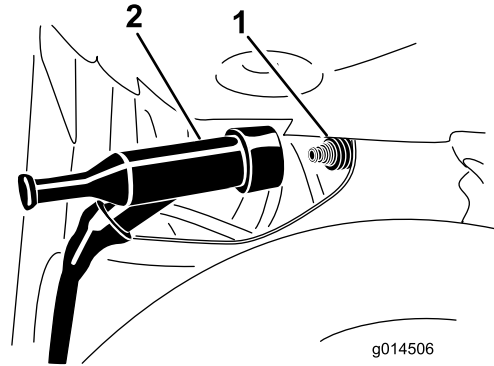

Figura 54
- Desconecte el cable de la bujía del terminal de la bujía (Figura 54).
4. Conecte el cable de la bujía a presión en el terminal de la bujía (Figura 54).